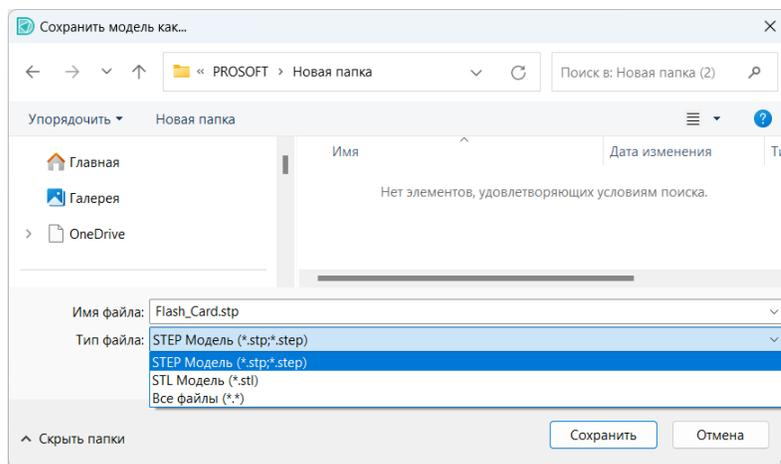

Рис. 542 Выбор формата сохранения 3D модели
2. Укажите в окне проводника место, где будет сохранена 3D модель платы, и имя файла для модели, выберите формат, в котором она будет сохранена, см. Рис. 542.